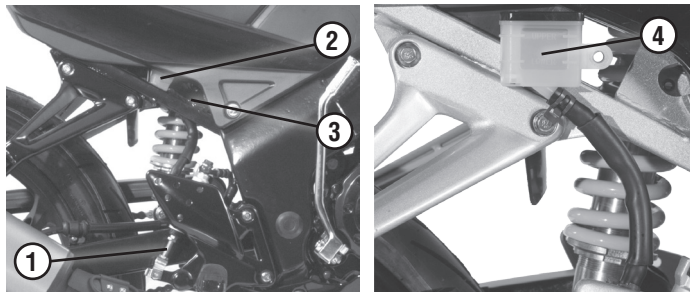
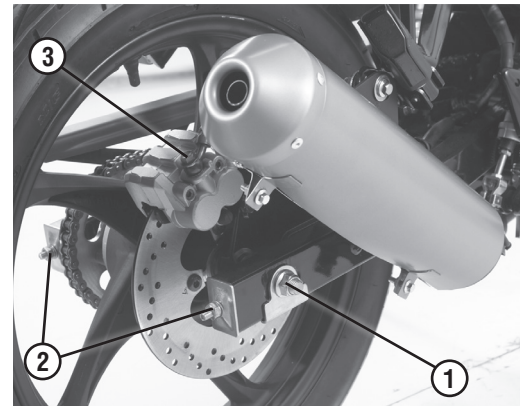

Рис. 14. Дисковый тормоз заднего колеса
Рис. 15. Регулировка натяжения цепи
Контроль технического состояния и обслуживание дискового тормоза заднего колеса производится аналогично описанной выше процедуре, относящейся к тормозу переднего колеса. Регулировка свободного хода педали тормоза, который должен составлять 20-30мм, осуществляется изменением длины резьбового штока (Рис.14, поз.1). Уровень тормозной жидкости контролируется через прозрачную стенку резервуара (рис.14, поз.2) и должен находиться между верхней и нижней метками, нанесенными на боковую стенку резервуара. Если уровень тормозной жидкости в резервуаре близок к нижней метке, а также в случае возникновения необходимости прокачки гидравлической системы заднего тормоза необходимо, для осуществления долива тормозной жидкости, отвернуть торцовым ключом 8мм болт крепления резервуара (рис.14, поз.3) и извлечь резервуар, разместив его с внешней стороны рамы (рис.14, поз.4). В остальном процедура доведения до нормы уровня тормозной жидкости и прокачки гидросистемы одинакова для переднего и заднего тормоза: прокачка гидропривода тормоза заднего колеса осуществляется нажатием на педаль тормоза, удаление воздуха – через клапан (рис.15, поз.3).
1. ослабьте гайку оси колеса (рис. 15, поз. 1)
2. равномерно вращая гайки растяжек (рис. 15, поз. 2) на обеих сторонах маятниковой вилки, отрегулируйте необходимое натяжение цепи.
Наибольшее влияние на состав топливной смеси при эксплуатации мотоцикла в диапазоне от 1/4 до 3/4 подъема дроссельного золотника оказывает положение дозирующей иглы, доступ к которой обеспечивается после снятия верхней крышки карбюратора (рис. 15, поз. 2), извлечения из него дроссельного золотника и отделения от него троса газа и возвратной пружины.